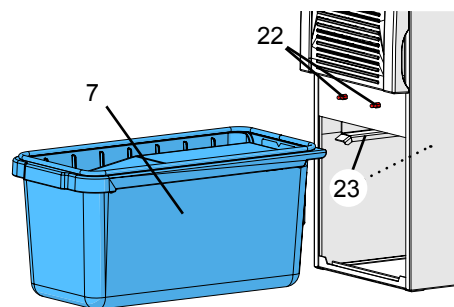

Abb. 16
- ⇒ Dichtungen der Staubschublade (24) auf Beschädigung prüfen, ggf. erneuern.
- ⇒ Staubschublade gerade bis zum Anschlag einschieben. Dabei darauf achten, dass die Staubschublade richtig in die Führung (23, Abb.16) eingesetzt wird.
- ⇒ Frontblende (5, Abb.1) unten einhängen und oben in die Rastbolzen (22, Abb.16) eindrücken, bis sie einrastet.